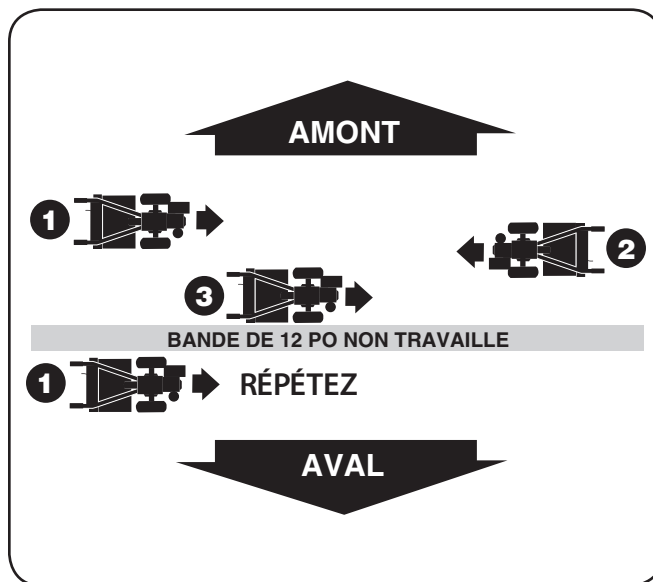

Figure 5-7
1. Pour créer une terrasse, commencez sur le haut de la pente et procédez ensuite vers le bas. Faites plusieurs allers et retours sur le premier rang, comme à la Figure 5-7.